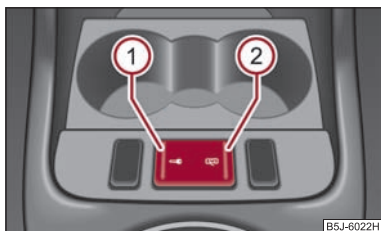

Abb. 26 Mittelkonsole: Zentralverriegelungstaste
- Drücken Sie die Taste ① ⇒ Abb. 26. Das Symbol  in der Taste leuchtet auf.
- Drücken Sie die Taste ② ⇒ Abb. 26. In der Taste erlischt das Symbol .